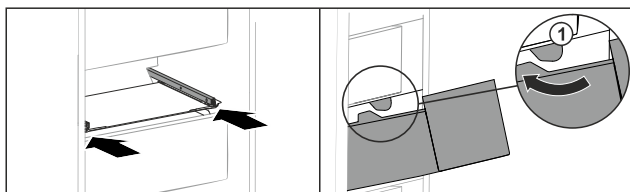

Fig. 201
- Vendoseni sirtarin mbi ndalues Fig. 201 (1).